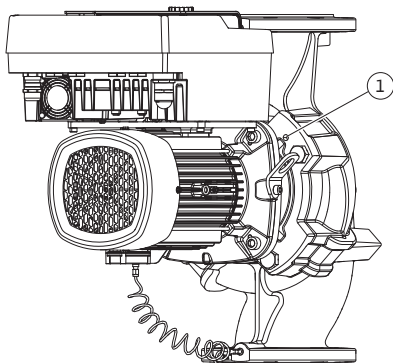

Fig. 11: Αφαίρεση με πίεση της πτερωτής κινητήρα μέσω διατρήσεων σπειρώματος (ανάλογα με τον τύπο της αντλίας)
5. Ξεσφίξτε την πτερωτή κινητήρα (βλ. Fig. 4) από το κέλυφος της αντλίας. Ανάλογα με τον τύπο αντλίας (βλ. Fig. I ... III) υπάρχουν διαφορετικές μέθοδοι: Για τον τύπο αντλίας Fig. I, ξεβιδώστε τις βίδες στη θέση 29. Αφαιρέστε πιέζοντας την πτερωτή κινητήρα από το κέλυφος αντλίας. Για τους τύπους αντλίας Fig. II και Fig. III, χρησιμοποιήστε γι' αυτό τις δύο διατρήσεις σπειρώματος (Fig. 11, θέση 1). Χρησιμοποιήστε τις κατάλληλες βίδες από τον εγκαταστάτη (π.χ. M10 x 25 mm).
5. Αφαιρέστε την πτερωτή κινητήρα (βλέπε Fig. 4) από το κέλυφος της αντλίας. Γι' αυτό χρησιμοποιήστε τις διατρήσεις σπειρώματος (βλέπε Fig. 11). Βιδώστε βίδες M10 με κατάλληλο μήκος στις διατρήσεις σπειρώματος για το λύσιμο της έδρας.